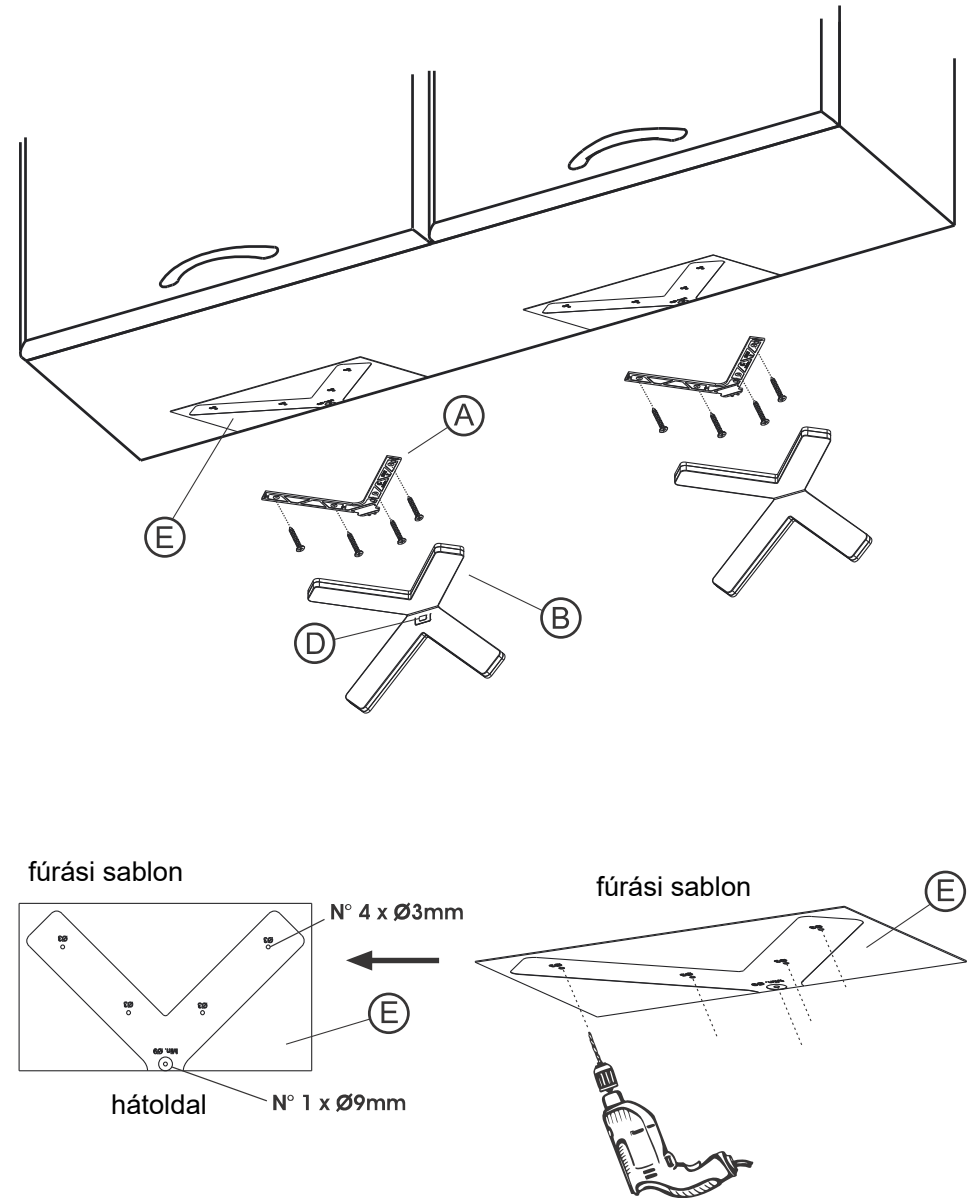
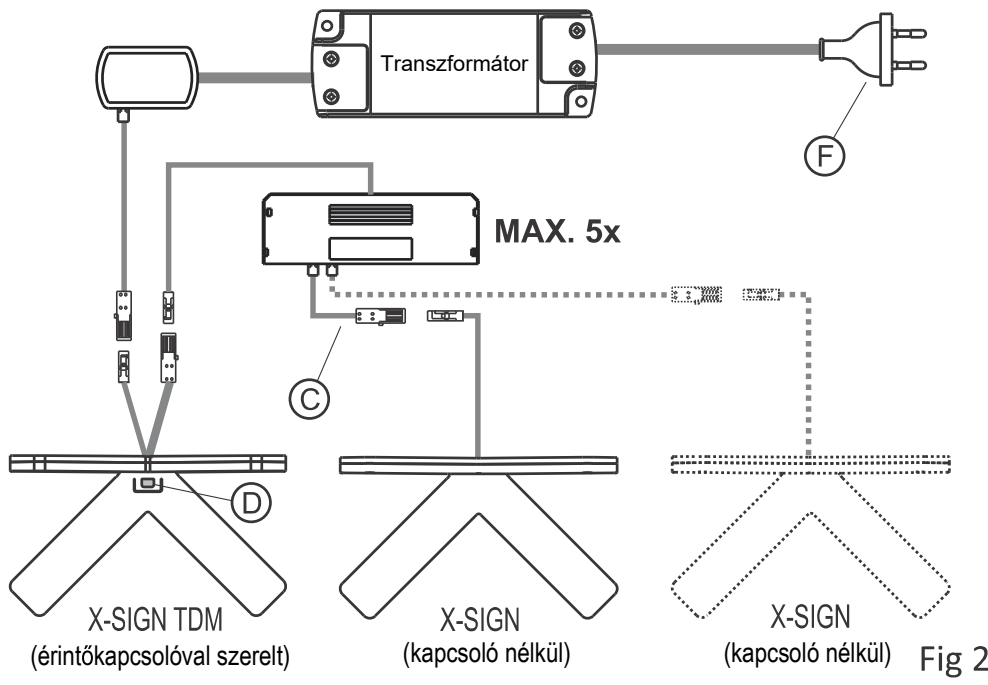

Fig 1
Fig 2
- Használja a fúrési sablont (E) a készülék megfelelő pozícionálásához
- Helyezze a sablont a felső szekrényelem hátsó éléhez és fúrja ki a jelzett furatokat: 4×Ø3mm + 1×Ø9mm lyukat a kábelkivezetéshez. Lásd: Fig 1.
- Rögzítse a keretet (A) a csomagban található csavarokkal
- Csatlakoztassa a lámpákat és a transzformátort (Fig. 2,3,4,5), használja a toldó kábelt (C) ha szükséges.
- Csatlakoztassa a transzformátor villásdugóját (F) az elektromos hálózatra (230V 50/60Hz).